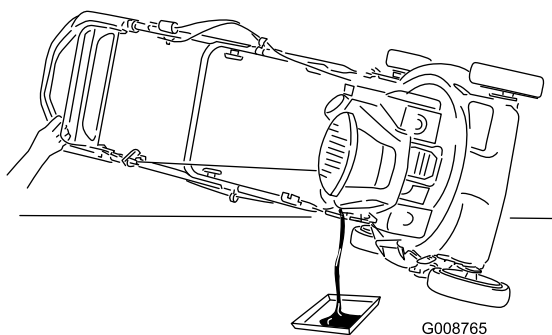

Figure 38
7. Basculez la machine sur le côté, tube de remplissage en bas, pour vidanger l'huile usagée dans le bac de vidange par le tube de remplissage (Figure 38).